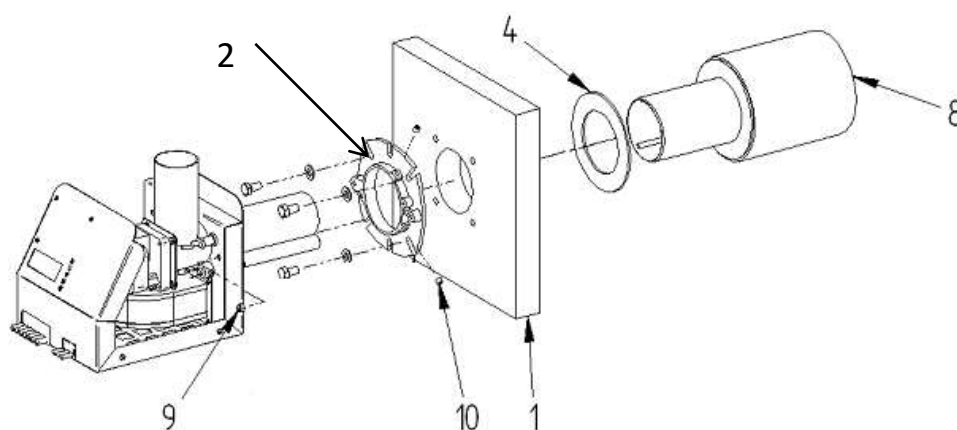

Рисунок 9
**3. Прикрепите фланец (2) горелки к дверце котла (1). Рисунок 9. Убедитесь, что отверстие фланца и отверстие дверцы котла совпадают.**
4. Прикрепите камеру сгорания (8) к дверце котла (1). Для этого нужно положить керамическое уплотнение (4) на сужающуюся сторону камеры сгорания, а затем просунуть камеру через дверцу котла (1) таким образом, чтобы задняя стенка камеры сгорания упиралась на дверцу котла. Закрепите камеру сгорания (8) двумя зажимными винтами (10) к фланцу.
6. Закрепите обе половинки горелки гайкой М6 (9). Плотно затяните гайку, но не слишком сильно.